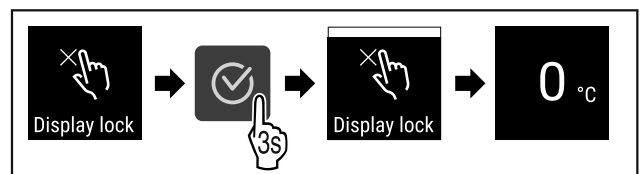

Fig. 96
- ▶ Végezze el a gyakorlati lépéseket (lásd Fig. 96).